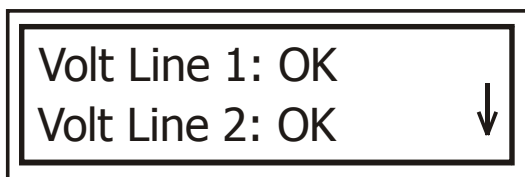

Рис. 12
2. Нажмите . На дисплее появится экран проверки подключения (рис. 12):